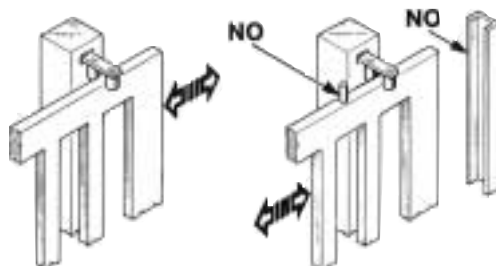

Fig. 3
Las columnas de la verja tienen que llevar en su parte superior unas guías anti-desarrilamiento (Fig. 3) para evitar desenganches involuntarios.
N.B.: Eliminar los topes mecánicos del tipo descrito en el Fig. 3.